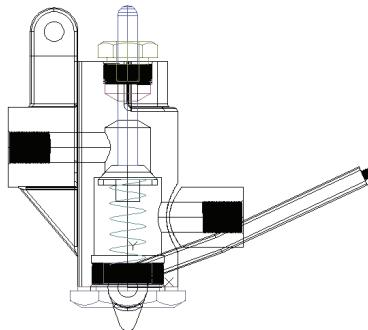

图 11-186 复制手把后的图形
3) 复制手把：选择菜单栏中的“编辑”→“带基点复制”命令，选取基点为(0,0,0)，将“手把”图形复制到“手压阀装配图”的前视图中，指定的插入点为(0,0,0)，如图 11-186 所示。